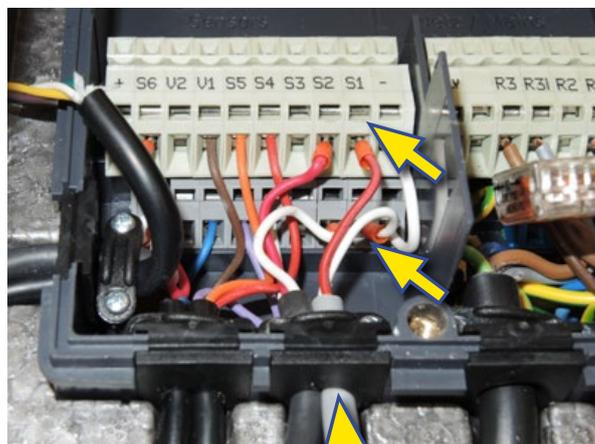

Figura 6: Conexión de la sonda de temperatura de circulación.
- ✓ Pase el cable del sensor en la unidad de control a través de la arandela apropiada como se muestra en la foto de la Figura 6.